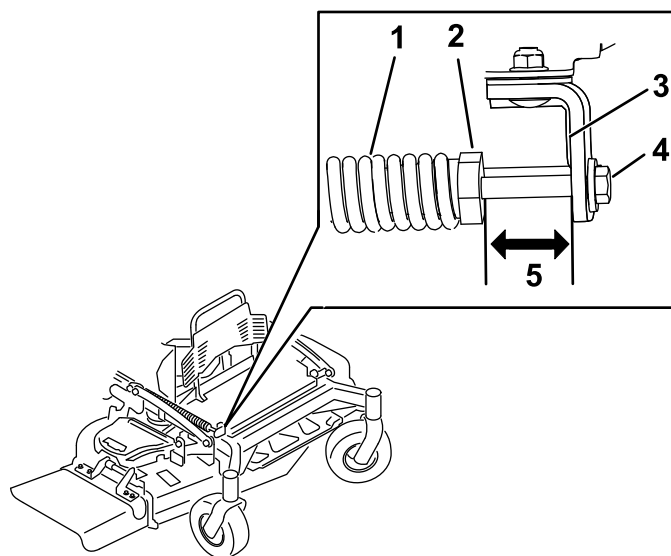

Figura 92
2. Compruebe la distancia entre la tuerca del muelle y el lado trasero del soporte de montaje soldado (Figura 92).
3. Asegúrese de que la longitud es de 47 mm – 50 mm, como se muestra en la Figura 92.
4. Si es necesario, ajuste la distancia ajustando el perno situado en la parte delantera del soporte de montaje (Figura 92).